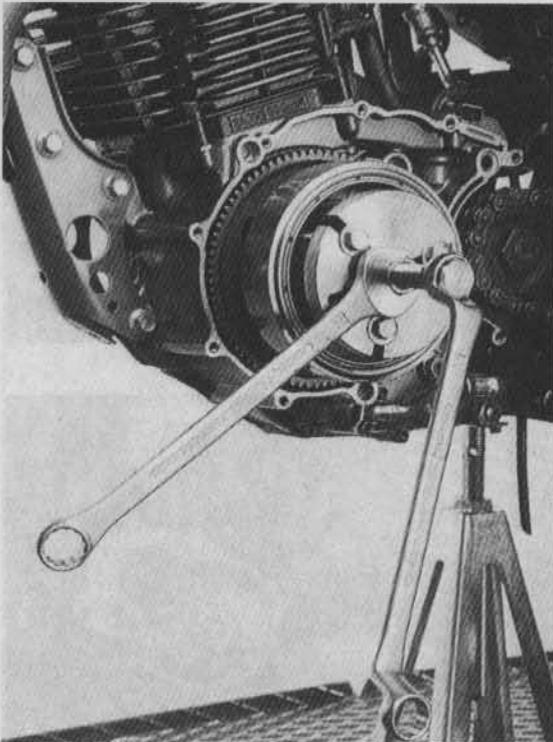

Bild 84
- Rotorabzieher in Rotor einschrauben und Abzieher-Spindel anziehen (Bild 84). Mit kurzen trockenen Stahlhammerschlägen auf «angeknallte» Spindel Rotor abziehen.